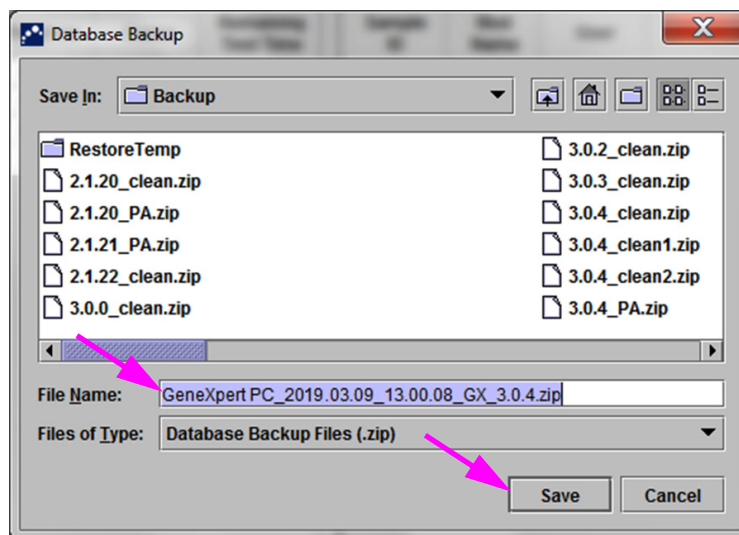

Figura 5-74. Denumirea fișierului cu copia de rezervă
3. Localizați și selectați folderul în care doriți să stocați fișierul cu copia de rezervă, introduceți un nume pentru fișierul cu copia de rezervă (sau utilizați numele implicit al fișierului), apoi faceți clic pe **Salvare (Save)**. Procesul de realizare a copiei de rezervă creează un fișier .zip în locația specificată de dvs. (consultați Figura 5-74).